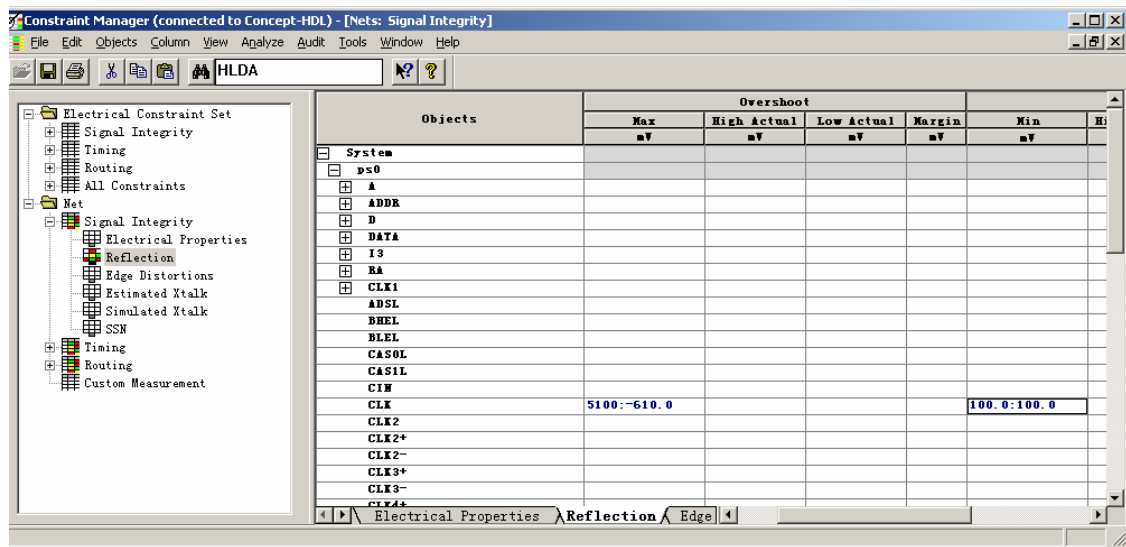

图 4-4 设置反射属性约束
4. 选择 **【File】 / 【Save】**。请见图 4-4。